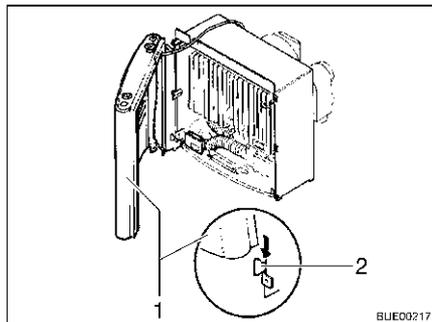

Bild 126 Heizungsverkleidung, Haltetaschen
- Heizungsverkleidung montieren. Dazu Verkleidung (Bild 126,1) auf die unteren Haltetaschen (Bild 126,2) stellen.